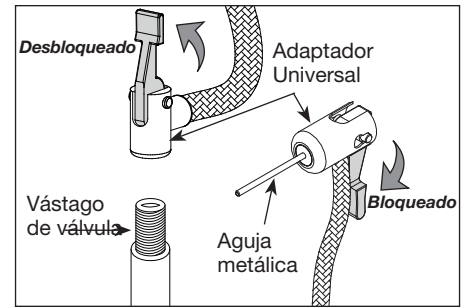

Figura 2 - Cierre firmemente el adaptador universal
3. Cuando el adaptador universal esté firme en su lugar, presione la palanca de cierre hacia abajo. (Vea la Figura 2).
Si el inflador deja de inflar inmediatamente y se apaga, asegúrese de que el adaptador universal esté presionado por completo en el vástago de la válvula del neumático o que el pincho para inflar de metal esté introducido correctamente (ver Figura 2).
2. Cuando el adaptador universal esté firme en su lugar, presione la palanca de cierre hacia abajo. (Vea la Figura 2).
Si el inflador deja de inflar inmediatamente y se apaga, asegúrese de que el adaptador universal esté presionado por completo en el vástago de la válvula del neumático (ver Figura 2).